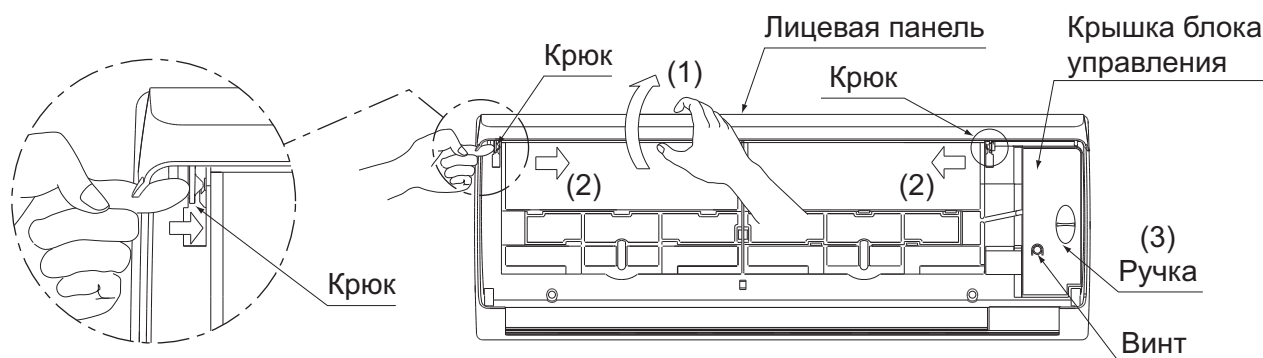

Рис. 7
(2) Снимите лицевую панель и крышку блока управления. (См. рис. 7)